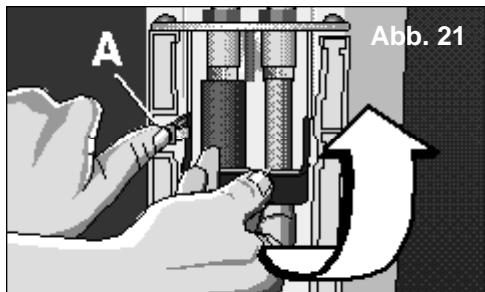

Abb. 21
- ☐ Drücken Sie den Sicherungsriegel für den Hebel (**A**) nach innen und halten Sie ihn gedrückt. Klappen Sie nun den Hebel nach oben (Vorsicht mit dem Hebelimpuls) und vergewissern Sie sich, dass er sich in der obersten Position befindet, **Abb. 21**.
Vergewissern Sie sich, dass der Hebel mit dem Sicherheitsriegel A, Abb. 21, blockiert ist. Erst dann ist der Anschluss einwandfrei.